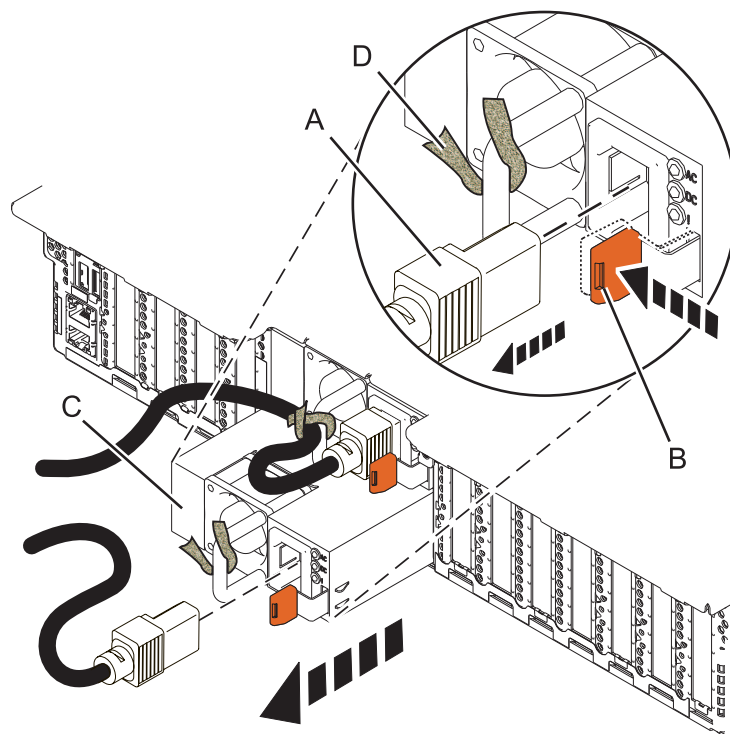

図 10. システムから電源装置を取り外す
3. 電源コードにラベルを貼り、電源コードの端 (A) を、下図に示す方向に引っ張って電源装置から切り離します。13 ページの図 10
4. 電源装置をシステム内の位置から取り外すために、テラコッタ色のロッキング・タブ (B) を、図に示す方向に押します。13 ページの図 10
5. ハンドルに固定されている電源コードを解放するために、面ファスナー (D) を外して、電源コードを電源装置 (C) から取り外します。電源コードの面ファスナー (D) はそのままにしておきます。
6. 図に示すように、電源装置 (C) を引いてシステムから外します図 10